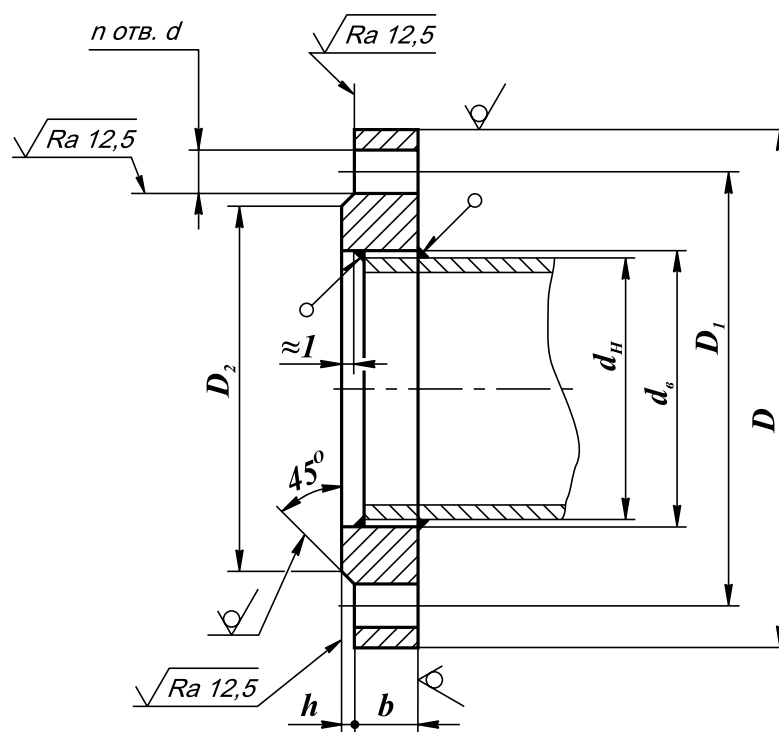

Рис. 14-1. Ответные фланцы по ГОСТ 12820-80
Размеры ответных фланцев с соединительным выступом приведены на рис.14-1.
6. Для уплотнения резьбы в месте соединения корпуса клапана с трубопроводом рекомендуется применять ленту фторопластовую ФУМ или аналогичный уплотняющий материал. Для уплотнения фланцевого соединения корпуса клапана с трубопроводом рекомендуется применять кольцо уплотнительное по ГОСТ 9833 или прокладку из паронита по ГОСТ 15180. Ответные фланцы - стальные приварные по ГОСТ 12820-80 (Рис. 14-1).